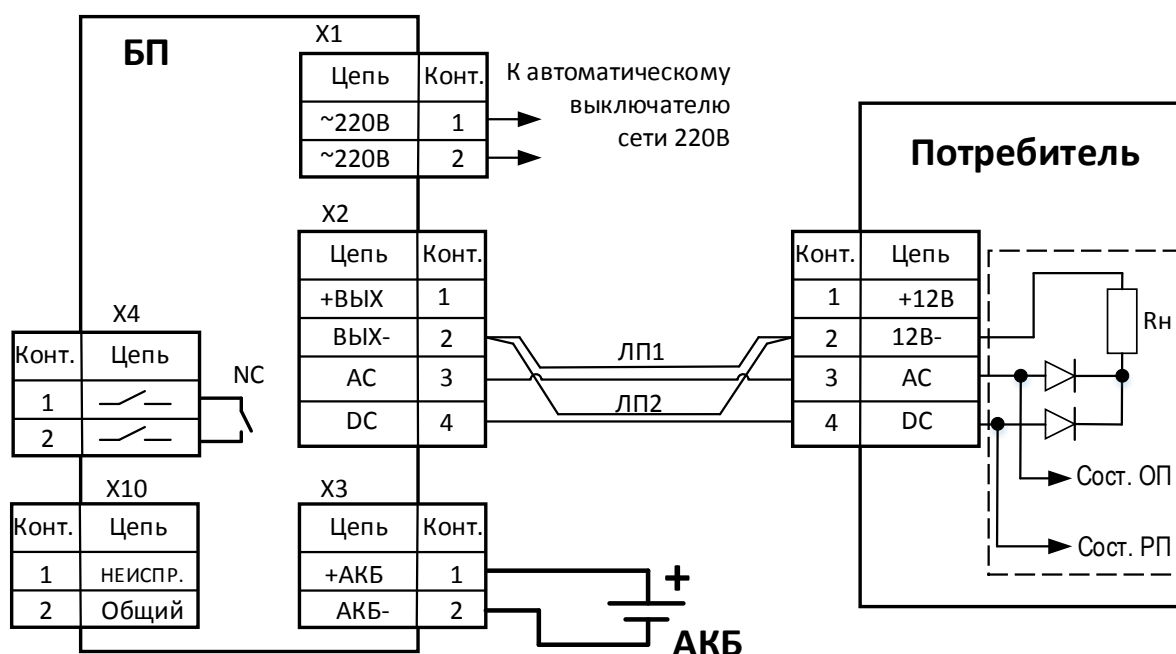
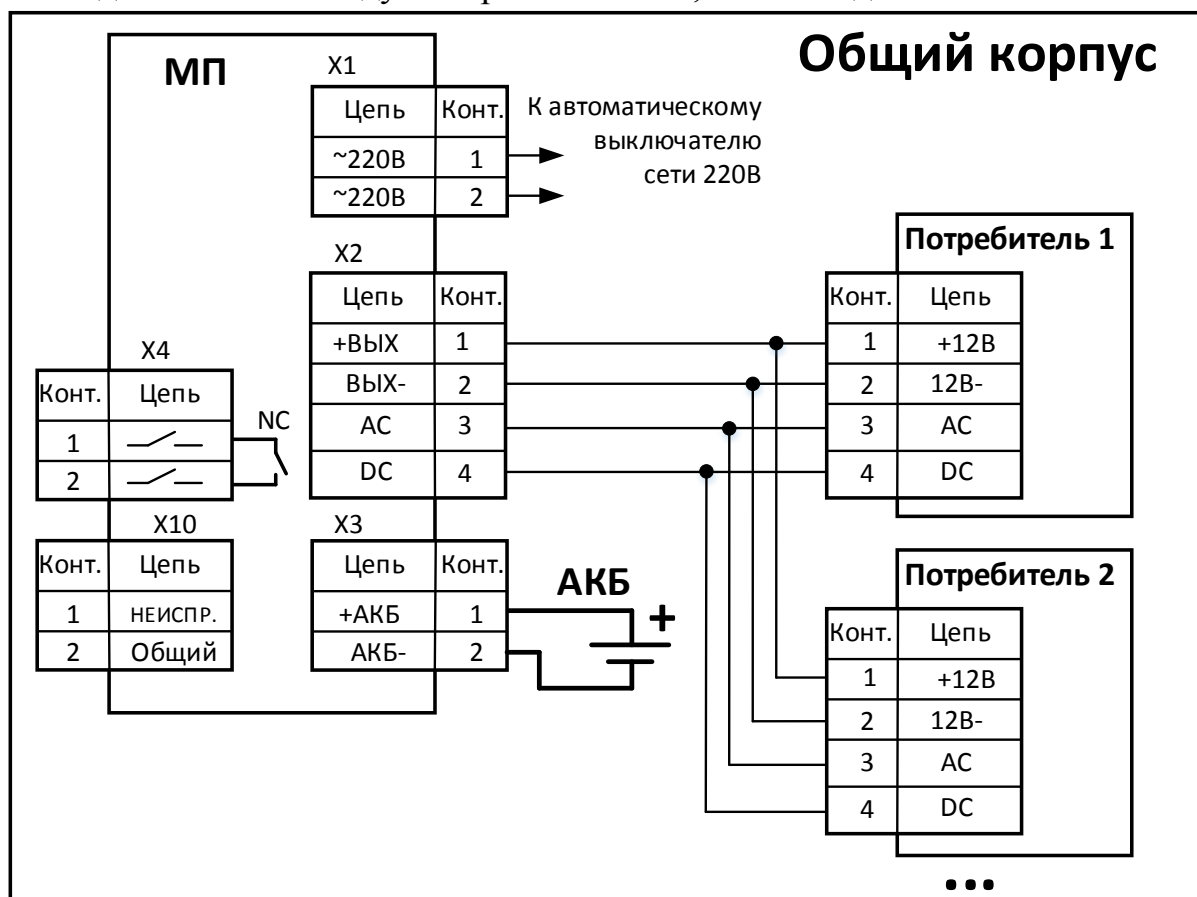

Рисунок 1
Рисунок 2
10. Подключите нагрузку установкой клеммной колодки “+ВЫХ- AC DC” согласно схемам подключения (см. Рисунок 1, Рисунок 2).
11. Схема подключений при удаленном размещении потребителя производства «Аргус-Спектр» представлена на Рисунок 1. Неиспользуемые цепи оставить неподключенными.
12. Схема подключений при размещении потребителей производства «Аргус-Спектр» внутри одного корпуса БП представлена на Рисунок 2. Неиспользуемые цепи оставить неподключенными. При помощи релейного выхода обобщенной неисправности можно объединять (каскадиро-